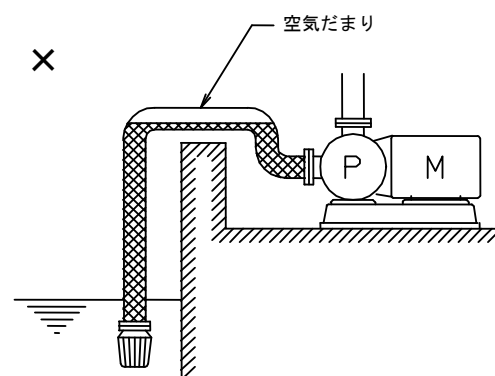

図 3
- (c) 吸込配管は、空気だまりが出来ないように、ポンプに向かって登り勾配 (1/100 以上) にしてください。配管の途中に、空気だまりになる凸部を作らないようにしてください(図3)。